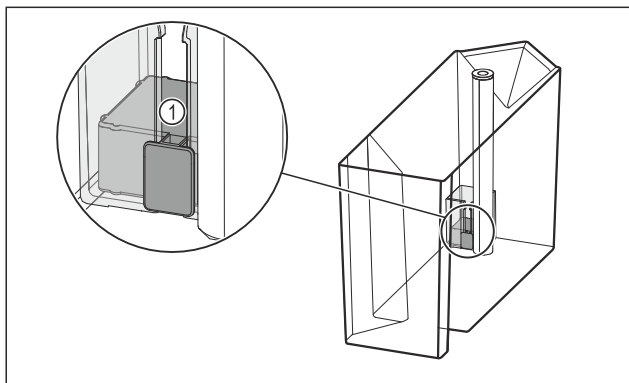

Fig. 164
- ▶ Zkontrolujte, jestli není vzpříčený plovák Fig. 164 (1).